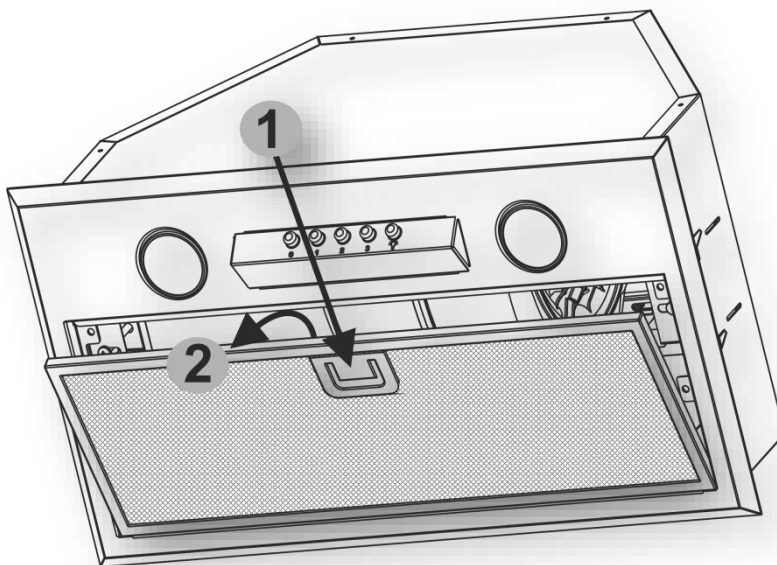

Рис.7
7.10 Для снятия алюминиевого фильтра (**рис.7**) необходимо нажать на пружинную задвижку **1** и, потянув на себя и вниз **2**, снять фильтр с панели. Установку фильтра выполнить в обратном порядке.